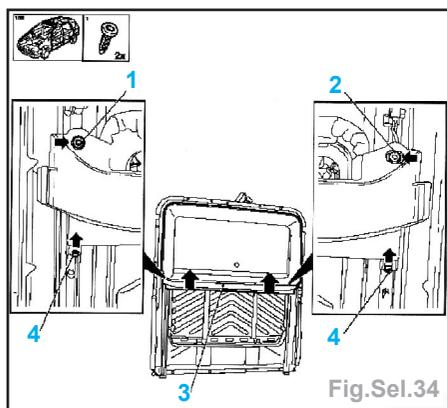

Fig.Sel.34
- Déposer les 2 vis (1 et 2) (Fig.Sel.34).